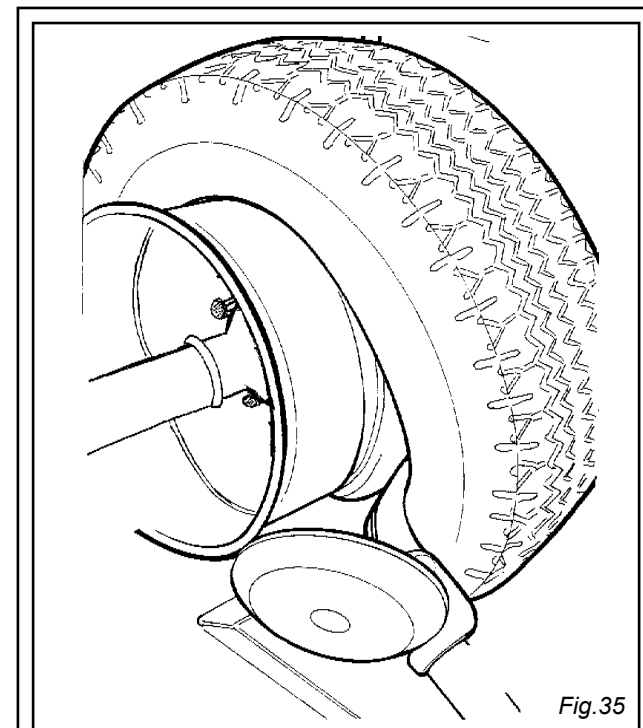
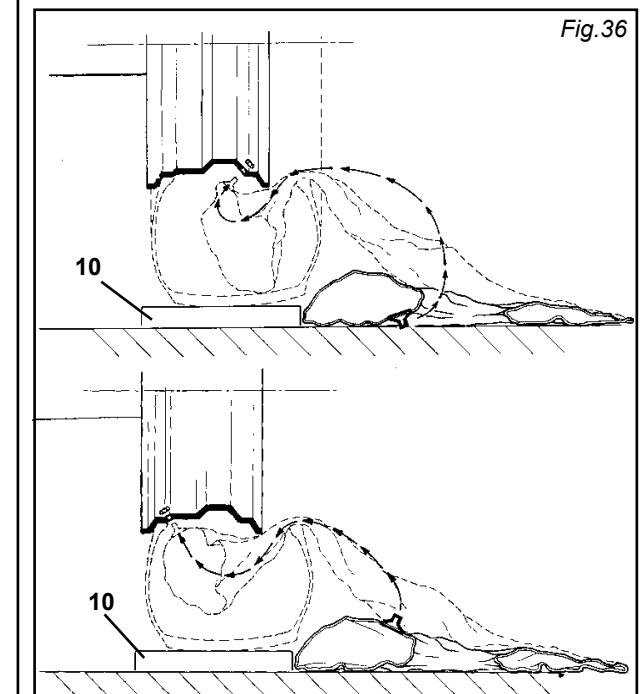

Fig.35
Fig.36
8) Das Werkzeug vorrücken, bis wann sein roter Referenzpunkt 5 mm. von Felgenaußenrand ausgerichtet wird. (vgl. Abb. 35).
14) Die Schiebebühne (10) unter das Rad bringen und das Spannutter senken, bis wann der Reifen die Schiebebühne berührt. Die Schiebebühne nach außen verlegen, um Platz zwischen Reifen und Felge zur Schlaucheinfügung zu schaffen.
**Anm.: Die Öffnung für das Ventil kann sich in asymmetrischer Position im Bezug zum Felgenmittelpunkt befinden. In diesem Fall muß der Schlauch wie in Abb. 36 gezeigt angeordnet und eingeführt werden.**